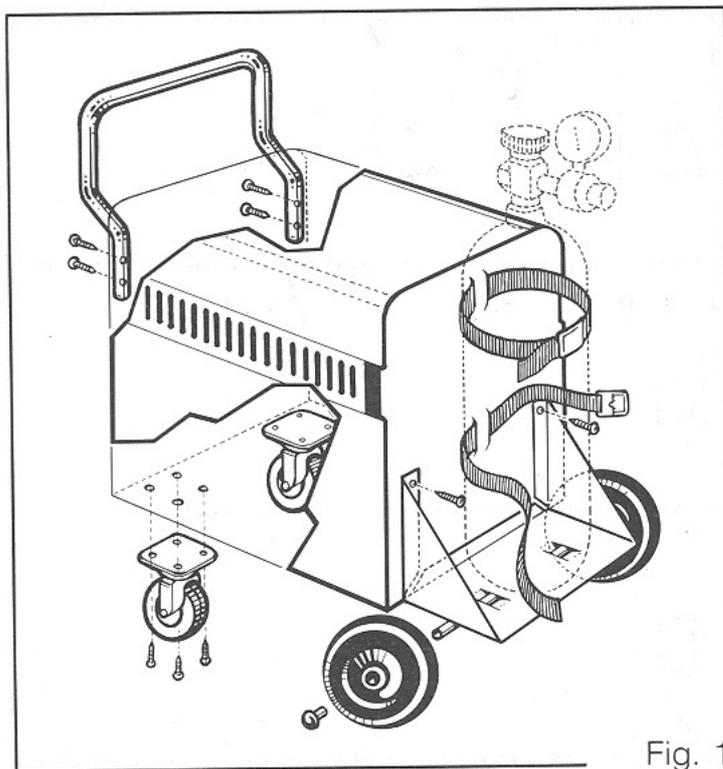

Fig. 1
Togliere dal vano bobina i componenti del kit carrello e le cinghie (62) di fissaggio della bombola. Per il montaggio del kit carrello seguire le istruzioni indicate nella Fig. 1.
Infilare le cinghie nelle apposite sedi vedi Fig. 1. Posizionare e allacciare la bombola al posteriore della macchina mediante le cinghie (62).